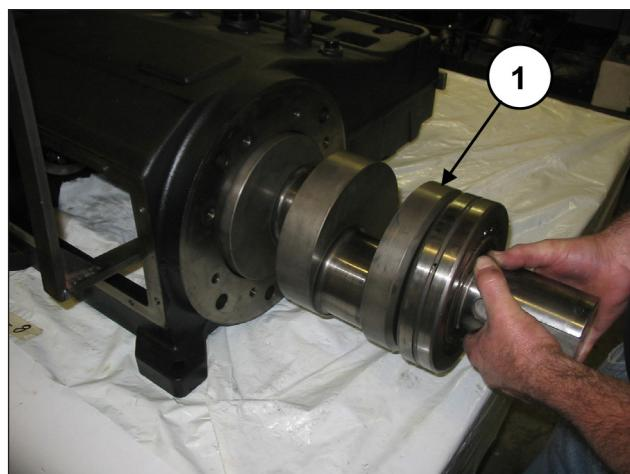
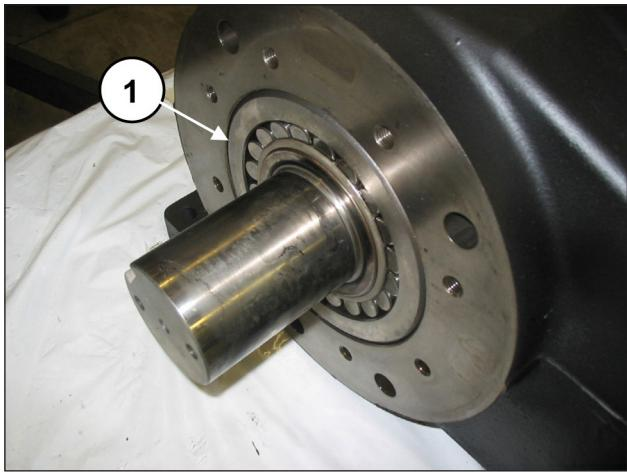

图 30
图 44
抽出轴和轴承 (位置①, 图 30)。
插入轴(①, 图 30), 直至预装轴承直至与曲轴箱边缘齐平(①, 图 44)。